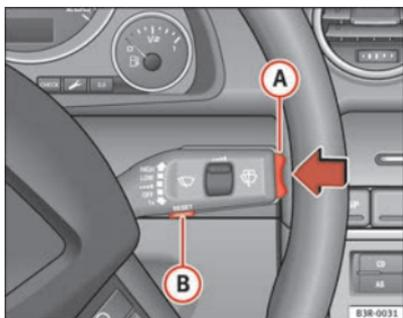

Fig. 60 Levier d'essuie-glace : Eléments de commande de l'ordinateur de bord
Appuyez sur la touche Reset (B) ⇒ page 89, fig. 60 pour sélectionner successivement les fonctions des ordinateurs de bord 1 et 2.
Appuyez brièvement sur le sélecteur de fonction ou sur la touche  **Reset** => page 89, fig. 60 pour arrêter l'alarme de durée du trajet.
- Appuyez sur le côté supérieur ou inférieur du sélecteur de fonctions **(A)** ⇒ fig. 60. Les fonctions de l'ordinateur de bord dans les différents niveaux de mémoire s'affichent successivement.